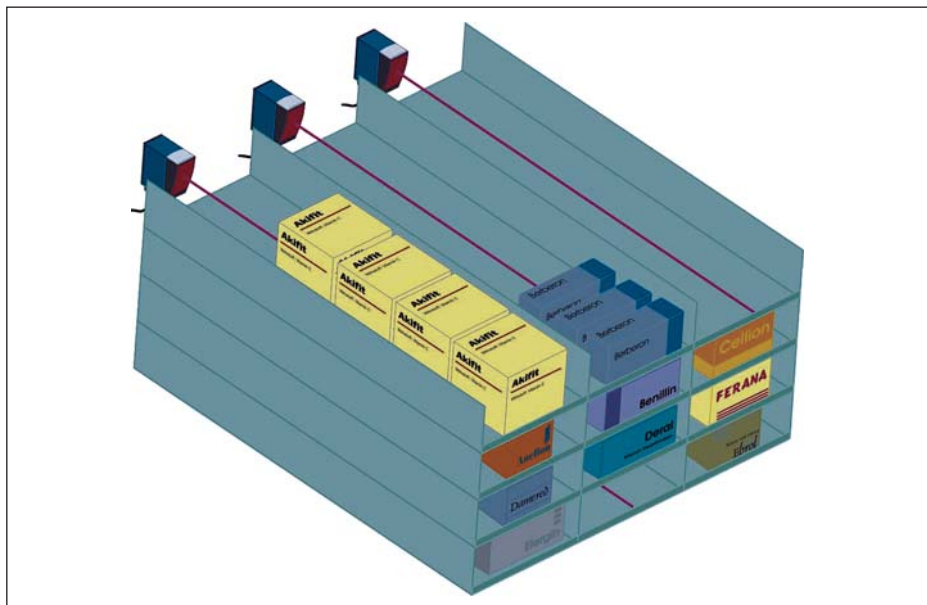

Рис. 8. Использование датчиков DT60 для определения свободных ячеек на складе
- Несколько примеров использования датчиков расстояния приведены на рис. 8–13.
- автоматизация небольшого фармацевтического склада (рис. 8) — для определения количества свободных ячеек на складе;